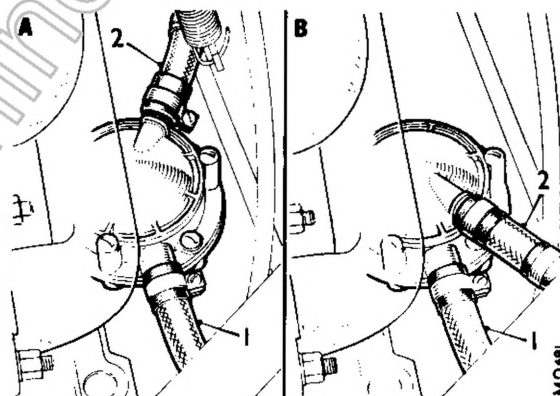

Fig. Db.1
- (1) Pulire la superficie esterna della pompa e contrassegnare il coperchio ed il corpo in modo da poterli rimontare nella posizione originaria (Per la posizione corretta dei raccordi d'aspirazione e di mandata, vedere la Fig. Db.1).
- (2) Staccare il raccordo di mandata, la guarnizione di tenuta ed il filtro.
- (3) Pulire la camera del filtro e quindi il filtro mediante soffiatura d'aria compressa o con benzina.
- (4) Se necessario, sostituire la guarnizione di tenuta e rimontare quindi il raccordo d'aspirazione. Serrare uniformemente le viti di fissaggio.